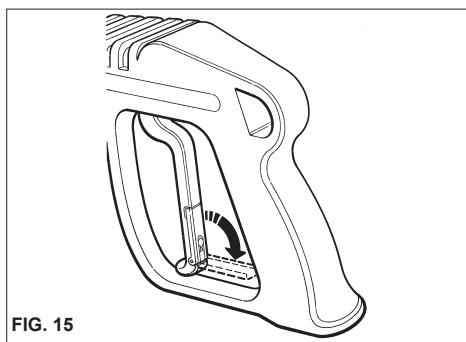

FIG. 15
- Quando l'idropultrice non viene utilizzata chiudere il dispositivo di sicurezza dell'impugnatura (fig. 15).